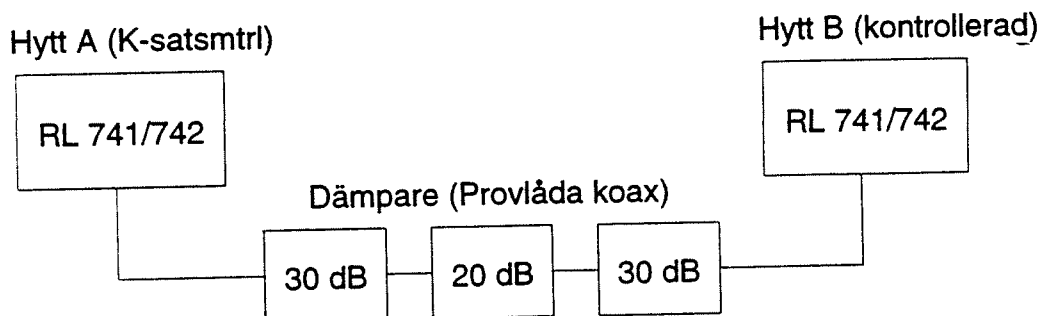

Bild 4. Systemuppkoppling av RL-74-stråk
- Koppla upp enligt bild 4 nedan med hjälp av dämpsatser och övergångar från Provlåda coax.